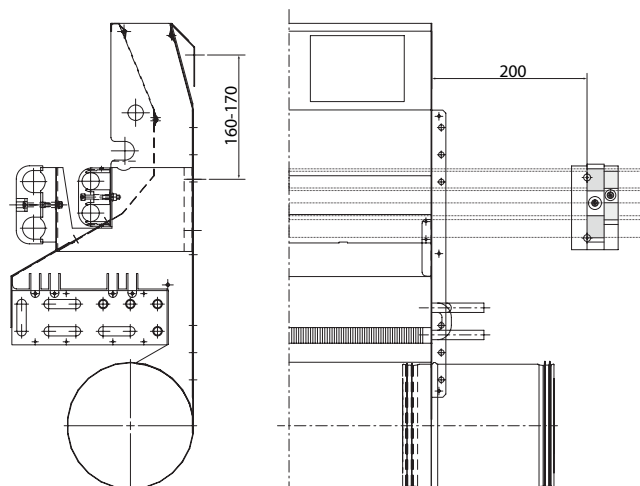

Fig. 3 Avstånd apparat till rörkonsol.
- 160-170 mm (till översta skruvhålet) nedanför markeringen skall rörkonsolen placeras. Rörkonsolen måste sitta antingen tätt emot eller minst 200 mm åt höger från apparatens gavel räknat. (Se fig. 3).